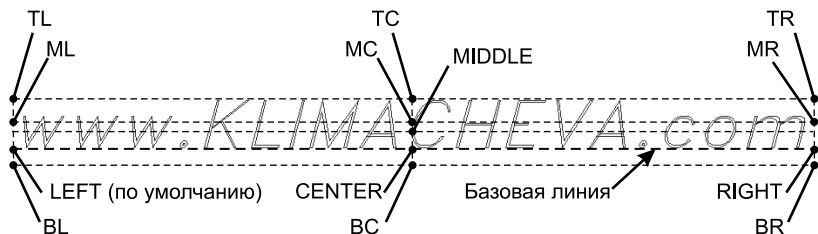

Рис. 7.5. Режимы выравнивания однострочного текста
Все остальные режимы выравнивания представлены на рис. 7.5. Для всех этих режимов после выбора режима выравнивания AutoCAD предлагает задать высоту текста и угол поворота, а затем ввести текст однострочного текстового объекта.
**Управление режимом выравнивания.** Глобальный режим выравнивания устанавливается с помощью режима **JUSTIFY** (ВЫРАВНИВАНИЕ) при создании многострочного текстового объекта. Однако его можно изменить и с помощью кнопки **MText Justification** (Выравнивание многострочного текста), выбрав из раскрывающегося списка один из режимов, показанный на рис. 7.5.